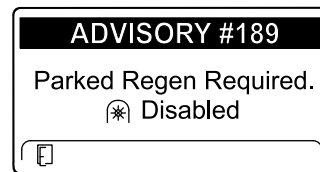

図 77
- 時間以内に駐車再生を行わないと、インフォセンターに駐車再生要求が表示され、PTO が無効化され、アドバイス No.189 が表示されます 図 77。